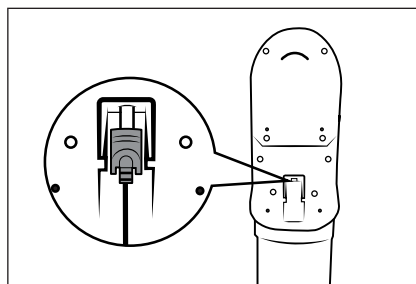

Fig. 8
① Nota
- Carregue novamente o acumulador ②, assim que o indicador de bateria ②7 indicar apenas uma pequena carga residual do acumulador ② ||| ■.
- O aparelho desliga-se pouco após ser indicado que o acumulador ② ||| □ está descarregado.
- O aspirador também pode ser carregado diretamente através da fonte de alimentação ⑩. Para tal, retire a ficha fêmea ⑪, rodando-a ligeiramente para fora do suporte de parede ⑮, e insira-a na entrada de carregamento ③ existente no aparelho (ver fig. 8).